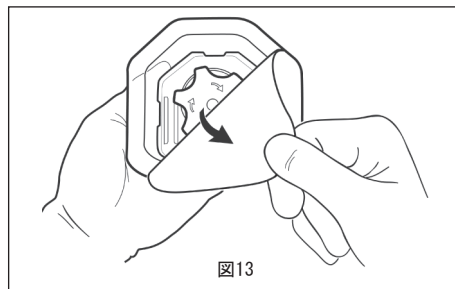

図13
6. 開封前に、内側トレイと蓋に損傷の形跡、汚れやシールの破損または欠損がないことを確認します。内側のトレイの底を持ち、内側のトレイから蓋をはがします（図13）。